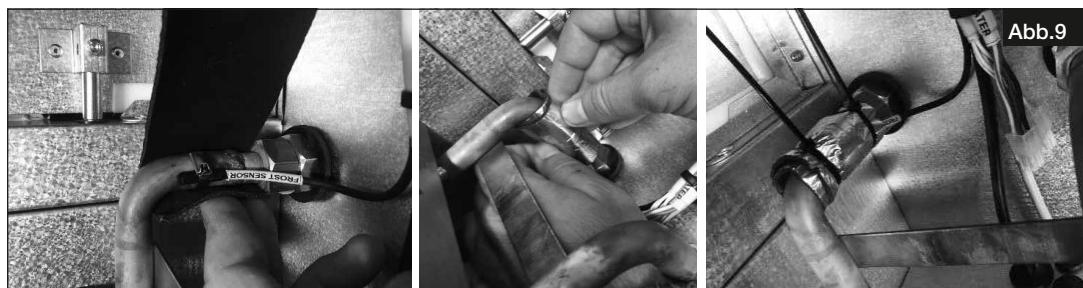

Abb.9
8. Dämmmaterial zuschneiden und prüfen, ob das Dämmmaterial den Sensor bedeckt. Das Dämmmaterial, wie abgebildet, um den Sensor am Auslassrohr befestigen (s. Abb.9). Hierfür die beiden beiliegenden Kabelbinder verwenden. Überschüssige Enden der Kabelbinder abschneiden.